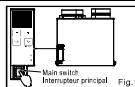

Fig.1 Main switch Interrupteur principal
- ❗ Electric shock may result. Disconnect power by switching off main switch first, then unplug before working on unit when it is in default mode. (Fig.1)
- ❗ Risque de choc électrique. Coupez l'alimentation avec l'interrupteur principal d'abord, puis débranchez avant de travailler sur l'appareil lorsqu'il est en mode par défaut. (Fig.1)